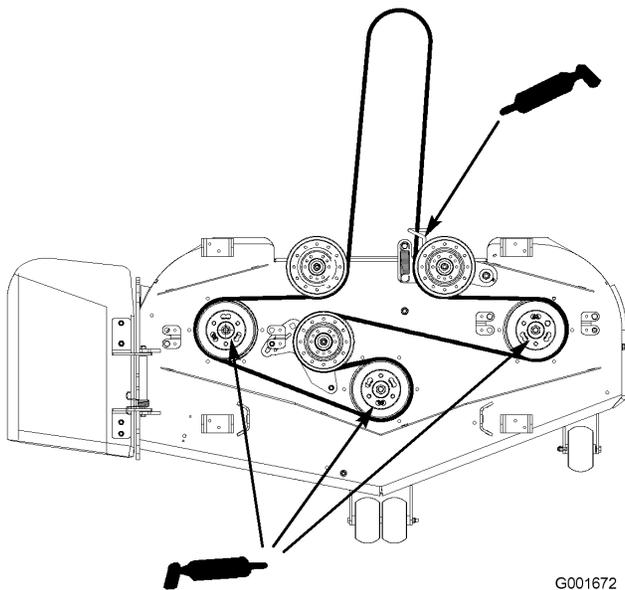

Figura 27
4. Engrase los tres cojinetes de los ejes debajo de las poleas hasta que rezume grasa de las juntas inferiores (Figura 27).
5. Engrase el brazo tensor de la plataforma del cortacésped (Figura 27).
6. Lubrique los puntos de engrase de los brazos de empuje (Figura 27).